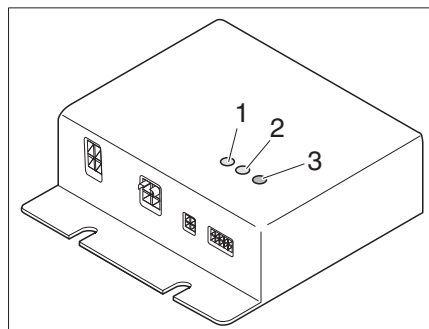

Bild 104 Regelgerät
Das Regelgerät (Bild 104) ist im Kleiderschrank eingebaut. Die Kontroll-Leuchten auf dem Regelgerät haben folgende Bedeutung:
- Kontroll-LED (Bild 104,1) HK1 leuchtet grün: Heizkreis 1 ist in Betrieb
- Kontroll-LED (Bild 104,2) HK2 leuchtet grün: Heizkreis 2 ist in Betrieb
- Fehler-LED (Bild 104,3)